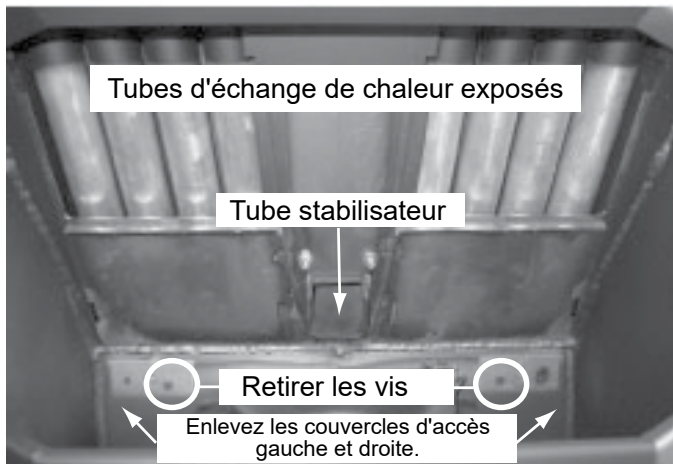

Figure 22.1 - Déflecteur retiré
- a. Utilisez un aspirateur industriel pour aspirer les cendres volantes et la suie des tubes d'échange de chaleur et de la zone de la boîte à feu (Figure 22.1).
- a. Il existe 2 sorties des gaz à gauche et à droite à l'arrière de la boîte à feu (Figure 22.1).